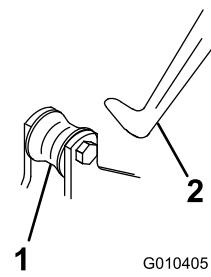

Figura 4
- 2. Introduzca el rodillo triple por debajo del bastidor de tiro de la unidad de tracción mientras engancha el rodillo de elevación en el brazo de elevación (Figura 4).